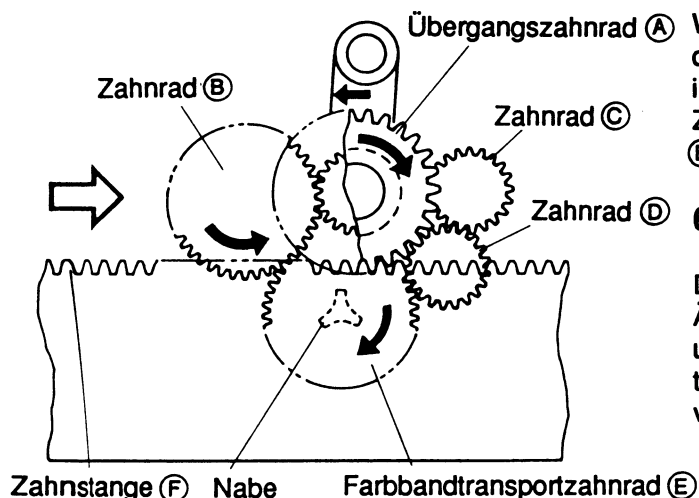

Abb. 2 (Ansicht von unten)
Wenn sich der Wagen nach links verschiebt (Abb. 2) dreht die Zahnstange (F) das Übergangszahnrad (A) im Uhrzeigersinn. Das Übergangszahnrad (A) greift in Zahnrad (B) ein, daß das Farbbandtransportzahnrad (E) mit der Nabe im Uhrzeigersinn dreht.